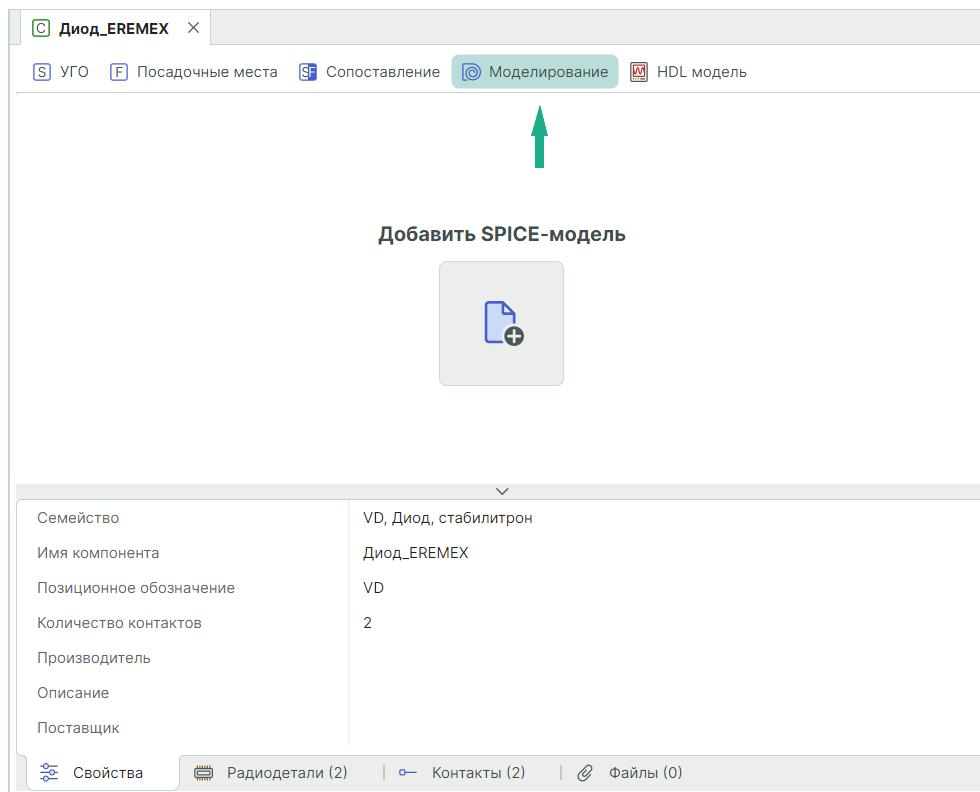

Рис. 284 Переход к созданию SPICE-модели компонента
- Перейдите на вкладку «Моделирование», см. Рис. 284.